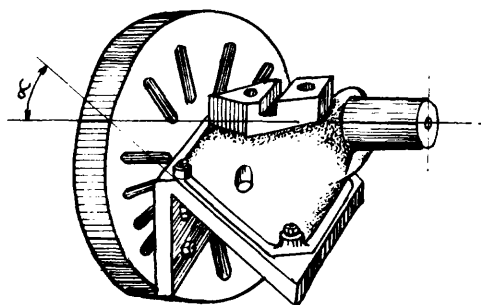

Fig. 4
- 2 En casos especiales, usar un dispositivo con inclinación igual a la de la pieza (fig. 4).